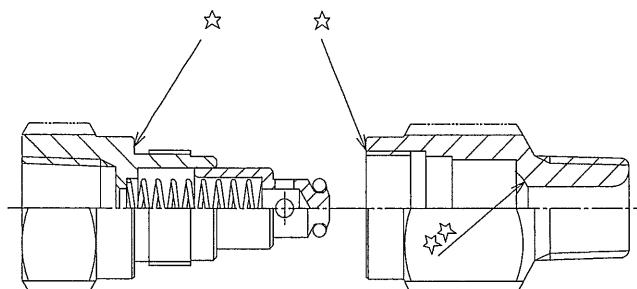

図4、組付け要領2
3. 内部の異物等除去後、図4の☆、☆☆印部を布等で拭き取り綺麗にする。